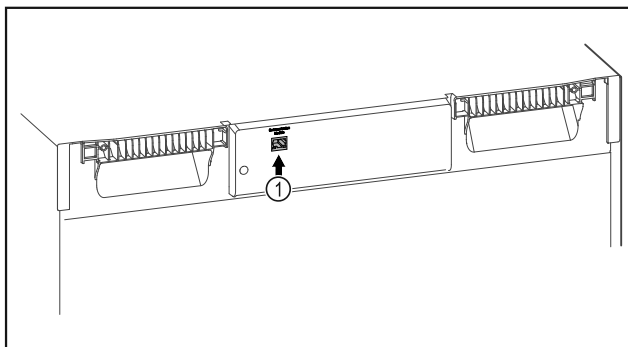

Fig. 89
- SmartModule Fig. 89 (1) inserito.